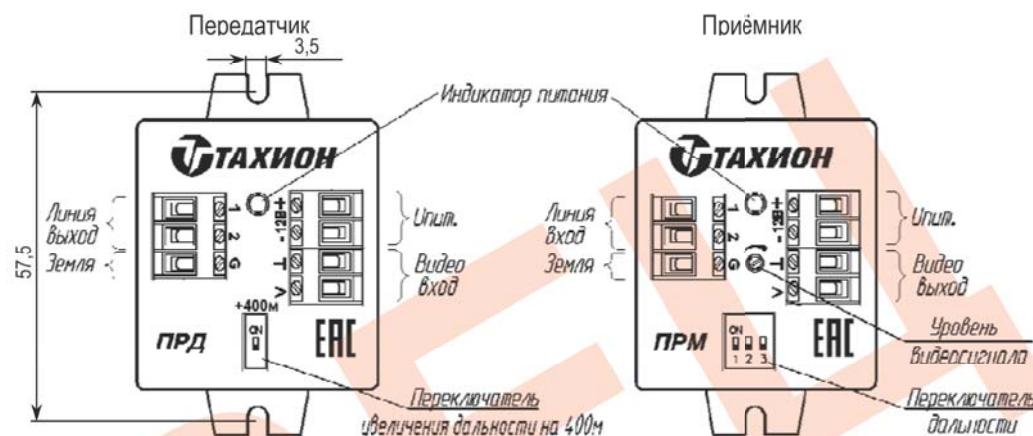

Рис.1 Устройство АПВС-5М
2. На приёмнике «Переключателем дальности» (см. рис.1) установить дальность, соответствующую длине линии в пределах 0 – 700м. Выбор дальности показан на рис.4.